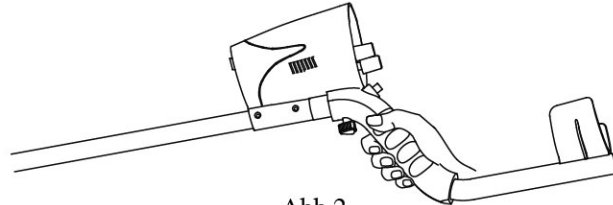

Abb.2
2. Richten Sie die Gewindebolzen an der Unterseite des Griffs mit den Reglern unterhalb des Schaltkastens aus; mit den Bolzen verriegeln (Abb. 2).